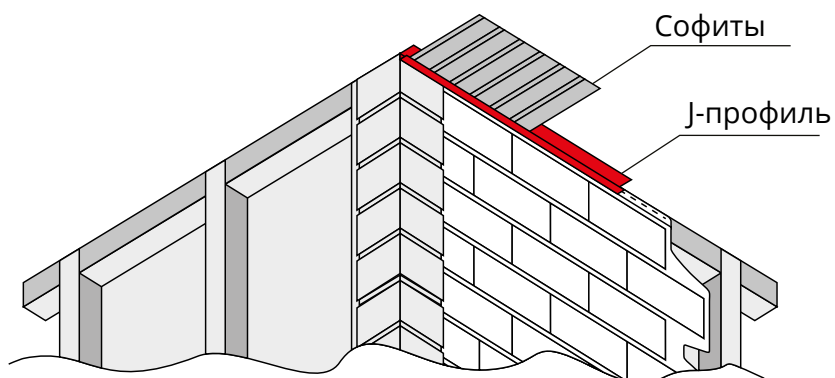

Рис. 14
- Закрепите панель саморезами по центру отверстий, оставляя зазор между шляпкой самореза и поверхностью панели 1-1,5 мм. Место крепления закроется J-профилем от софитов (рис. 14).